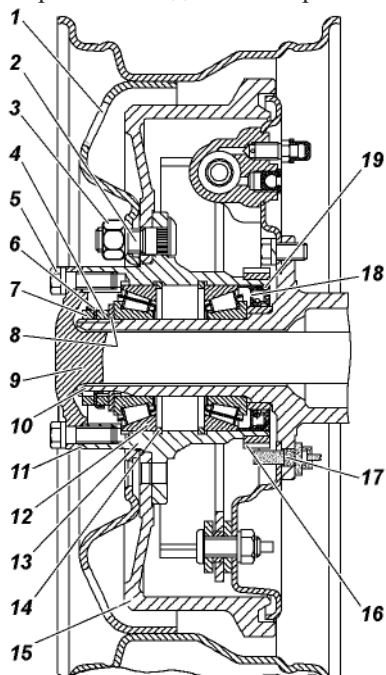

Рис. 9.29. Ступица заднего колеса:
2. Демонтируйте полуось 9 (рис. 9.29) заднего моста или фланец ступицы у переднего моста.